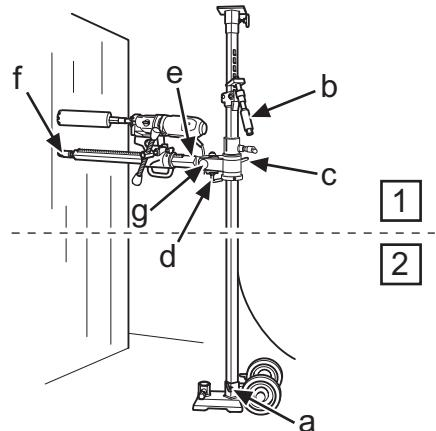
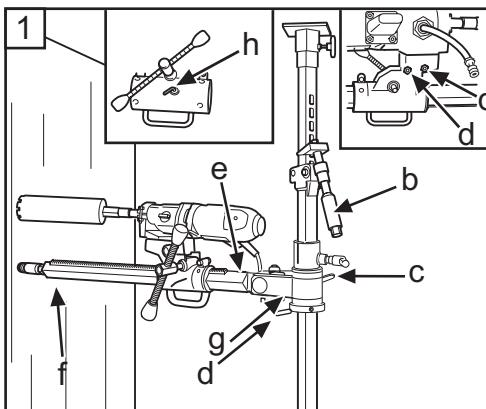

Fig. 3
Fig. 4
• Se la foratura deve essere eseguita a più di 1,5 m di altezza, il tubo esterno grosso deve essere rivolto verso l'alto, e viceversa se l'altezza di foratura è inferiore a 1,5 m. Controllare che il montante sia fissato alla piattaforma con il bullone di fissaggio (a) (fig. 3).
5. Bloccare l'alloggiamento alimentatore alla colonna di foratura (h) (fig. 4).
6. Installare la foratrice nell'attacco rapido dell'alloggiamento alimentatore. Serrare i dadi conici (d) (fig. 4/12) con la chiave da 24 mm.
• Bei Bohrungen oberhalb einer Höhe von 1,5 m muss das grobe Außenrohr nach oben gedreht sein, bei Bohrungen unterhalb von 1,5 m ist es umgekehrt. Überprüfen, ob der Stempel mit dem Sicherungsbolzen (a) in der Sohlenplatte verriegelt ist (Abb. 3).
5. Den Bohrwagen an der Bohrsäule (h) sichern (Abb. 4).
6. Die Bohrmaschine in der Schnellkupplung am Bohrwagen anbringen. Die konischen Muttern (d) anziehen (Abb. 4/12), dazu den 24-mm-Schraubenschlüssel benutzen.
• Si le forage est effectué à une hauteur supérieure à 1,5 m, le gros tube extérieur doit être orienté vers le haut ; si le forage est effectué à une hauteur inférieure à 1,5 m, il doit être orienté vers le bas. Contrôler que le poteau est verrouillé dans le piétement à l'aide du boulon de blocage (a) (Fig. 3).
5. Attacher le carter d'alimentation sur le pilier de forage (h) (Fig. 4).
6. Monter la foreuse dans la fixation rapide du carter d'alimentation. Serrer les écrous coniques (d) (Fig. 4/12) à l'aide d'une clé de 24 mm.
• Wanneer hoger dan 1,5 m moet worden geboord, moet de grovere buitenpijp omhoog zijn gedraaid en andersom wanneer lager dan 1,5 m wordt geboord. Controleer of de stut met de borgbout (a) in de bodemplaat vastzit (Fig. 3).
5. Zeker het toeroerhuis vast op de boorkolom (h) (Fig. 4).
6. Monteer de boormachine in de snelbevestiging op het toeroerhuis. Draai de conische moeren (d) vast met een 24 mm sleutel (Fig. 4/12).
5. Riportare indietro e sollevare la colonna di foratura, bloccandola con l'impugnatura a L (d) e il dado (g) (fig. 3). Per la foratura angolata, allentare l'impugnatura a L (d) e portare la colonna di foratura all'angolo desiderato serrando il dado (g) con la chiave da 30 mm (fig. 4).
6. Controllare la posizione della testa di foratura. Avvitare la vite del montante (f) (fig. 3/7) alla parete per fissare la colonna di foratura. Fissare con il dado di bloccaggio da 30 mm (f) (fig. 3/7), utilizzando un profilo di legno o simile come distanziale.
- La colonna di foratura ruota di 360° e si blocca nella posizione desiderata con la chiave a brugola da 8 mm (e) (fig. 3/4).
5. Die Bohrsäule nach hinten winkeln und hochklappen, mit dem L-Griff (d) und der Mutter (g) sichern (Bild 3). Beim Winkelbohren wird der L-Griff (d) gelöst, und die Bohrsäule wird auf den gewünschten Winkel eingestellt, dazu wird die Mutter (g) mit dem 3-mm-Schraubenschlüssel (Abb. 4) angezogen.
6. Die Lage der Bohrkrone prüfen. Die Stempelschraube (f) zur Fixierung der Bohrsäule in die Wand einschrauben (Abb. 3/7). Mit 30-mm-Sicherungsmutter (f) sichern, einen Holzstab o. ä. zwischenlegen (Abb. 3/7).
- Die Bohrsäule ist um 360° drehbar und wird mit einem 8-mm-Inbusschlüssel (e) fixiert (Abb. 3/4).
5. Remettre en place, sortir le pilier de forage et attacher avec la poignée en L (d) et l'écrou (g) (Fig 3). En cas d'ébarbage, la poignée en L peut être desserrée et le pilier de forage être réglé sur l'angle souhaité en serrant l'écrou (g) à l'aide d'une clé de 30 mm (Fig.4).
6. Contrôler la position du trépan. Visser la vis du poteau (f) (Fig. 3/7) sur le mur pour attacher le pilier de forage. Attacher avec un contre-écrou de 30 mm (f) (Fig. 3/7) en utilisant une règle en bois ou un instrument similaire comme pièce intermédiaire.
- Le pilier de forage peut pivoter à 360° et se verrouiller sur la position choisie à l'aide d'une clé hexagonale de 8 mm (e) (Fig. 3/4).
5. Klap de boorkolom omhoog, zet vast met de L-handgreep (d) en moer (g) (fig 3). Bij boren onder een hoek wordt de L-handgreep (d) losgemaakt en de boorkolom in de gewenste hoek vastgezet door de moer (g) met een 30 mm sleutel vast te draaien (Fig.4).
6. Controleer de stand van de boorkop. Draai de stutschroef (f) (Fig.3/7) tegen de wand om de boorkolom te fixeren. Zeker met borgmoer 30 mm (f) (Fig. 3/7), gebruik een houten regel of iets dergelijks als tussenlaag.
- De boorkolom is 360° draaibaar en wordt in de desbetreffende standen vastgezet met een 8 mm inbussleutel (e) (Fig. 3/4).